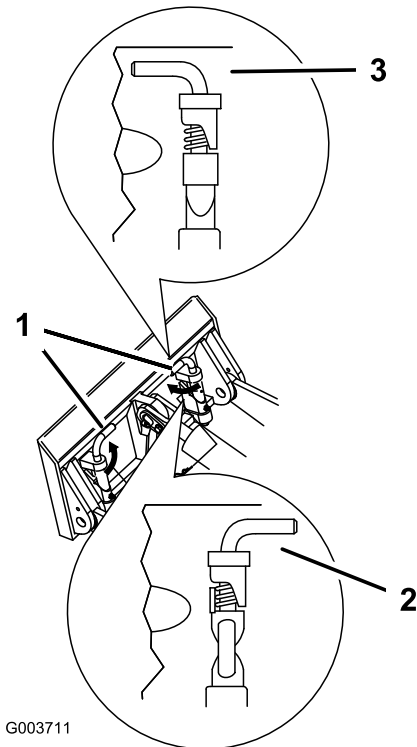

Figure 14
- Engagez complètement les goupilles à fixation rapide dans la plaque de montage (Figure 14).